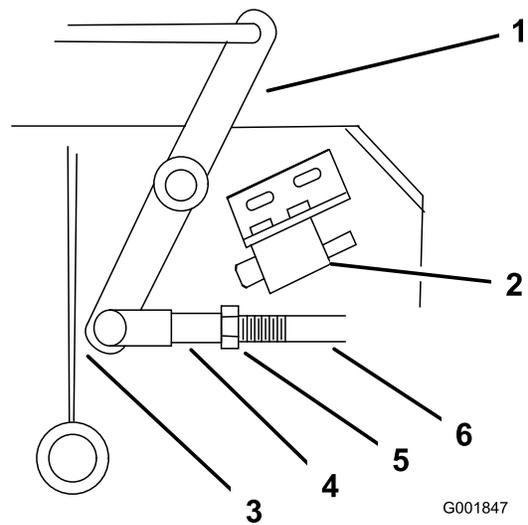

Figura 46
4. Ajuste la longitud del acoplamiento hasta que el extremo inferior de la palanca acodada casi roce el refuerzo del soporte del eje (Figura 46).
9. Afloje la tuerca de la horquilla (Figura 46).